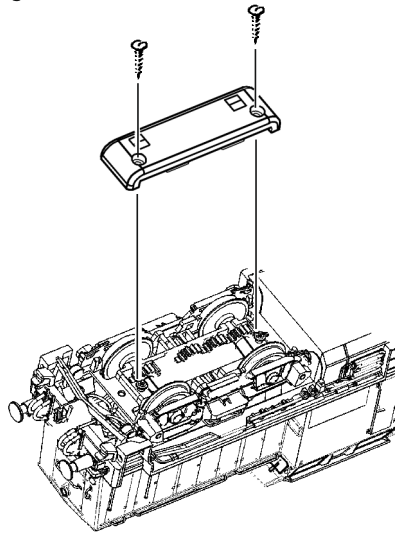

Fig. 3
2. Schmierung: Versehen Sie die im Schmierplan in Fig. 7 gekennzeichneten Stellen mit nur **kleinen Öltropfen**. Dazu zuerst das Lokgehäuse abnehmen (Fig. 3). Wir empfehlen den ROCO **Öler Art.-Nr. 10906**. Fürs Schmieren der Getriebeteile (Zahnräder, Schnecke) empfehlen wir das ROCO-**Spezialfett Art.-Nr. 10905**. Im Falle der Schmierung diese Teile **nicht ölen**.
N'appliquez **qu'une tout petite goutte** aux endroits indiqués par le plan de graissage (fig. 7) après avoir démonté la caisse de la locomotive (fig. 3). Nous vous recommandons le **graisseur à huile Roco réf. 10906**. Pour graisser les engrenages (roues dentées, vis sans fin) nous vous conseillons la **graisse spéciale Roco réf. 10905** pour engrenages en matières synthétiques. Lorsque vous utilisez cette graisse il faut éviter d'huiler ces composants.
2. Lubrication: Apply **tiny oil drops** to spots marked in fig. 7. Prior to lubrication dismantle locomotive (fig. 3). We recommend using item no. **10906, Roco oiler**. For lubrication the gear-parts (e.g. cog-wheels, worm) we would recommend our Roco **special grease** (item no. **10905**).